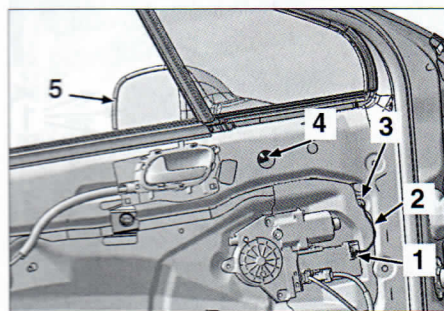

FIG. 27
Desengrapar y desenchufar el conector (1) del cableado (2) (fig. 27).